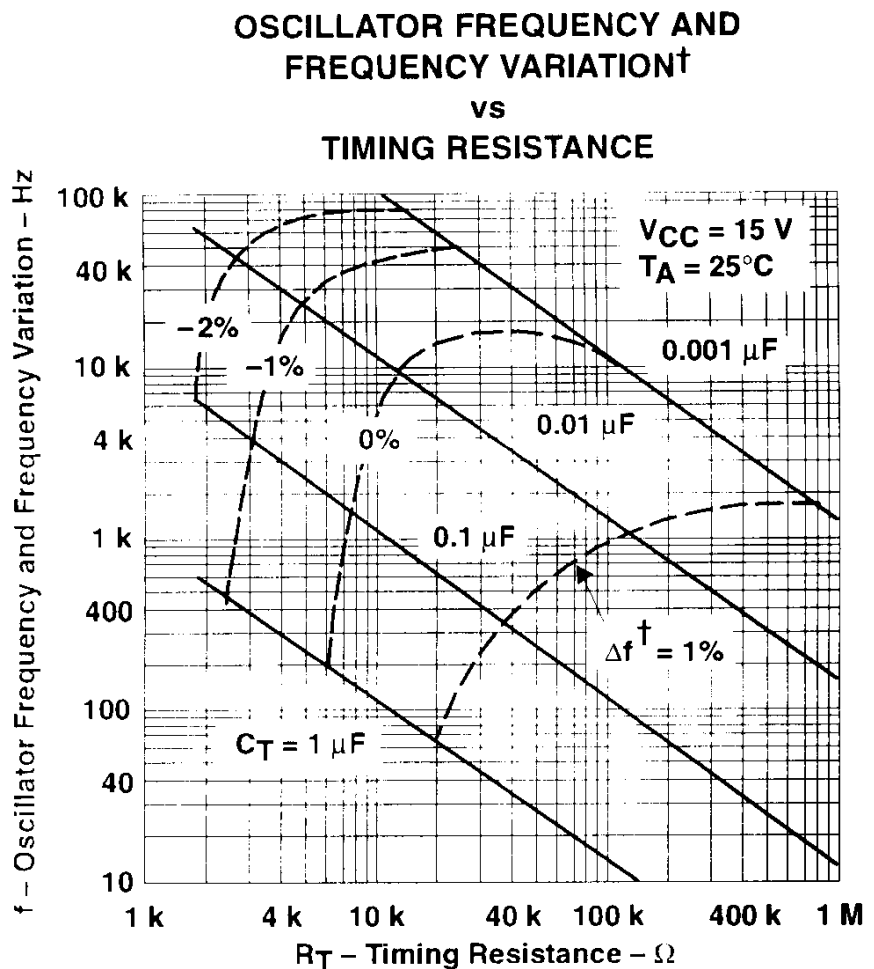

Figure 3.
**przełącznika..** For more information refer to Figure 3.